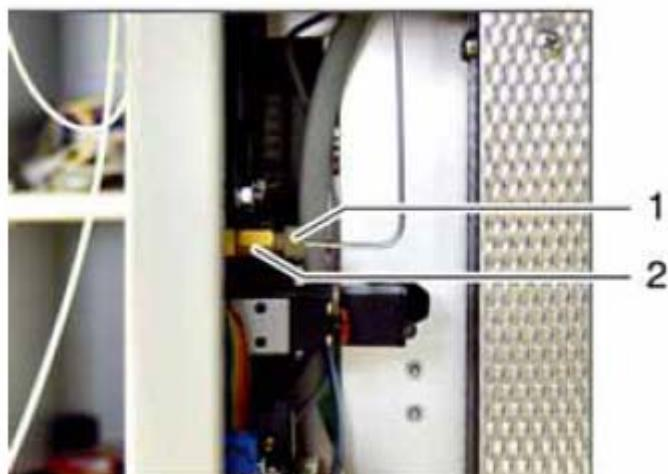

图 102 拧开载气针接头
7. 从阀门上将载气针的接头拧下（图 102 中 2），妥善保管直到再次安装固体测定模块。